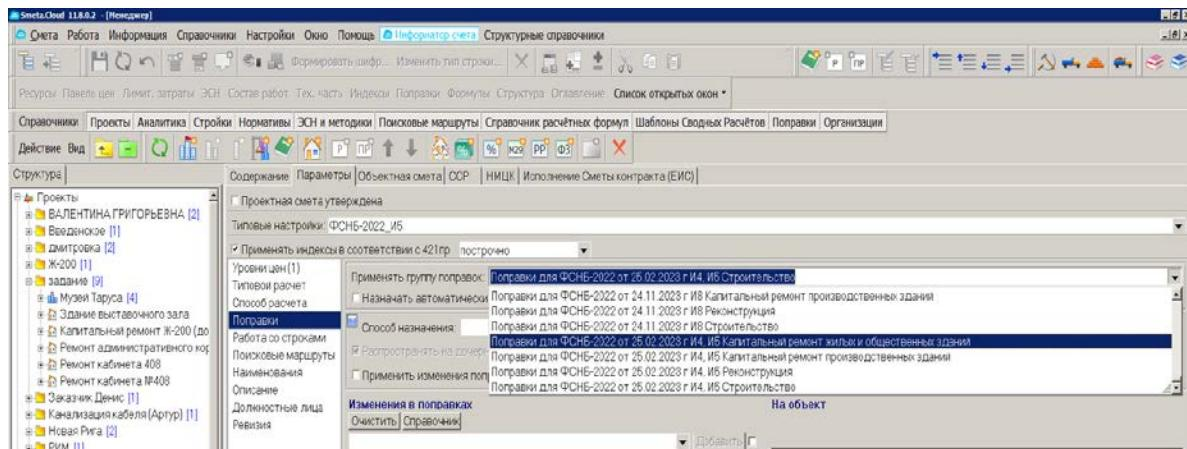

Рис.8. Выбор нужных поправок для сметы
- на вкладке «Поправки» установить поправочные коэффициенты для нужной НБ, с учетом вида строительства (рис.8).